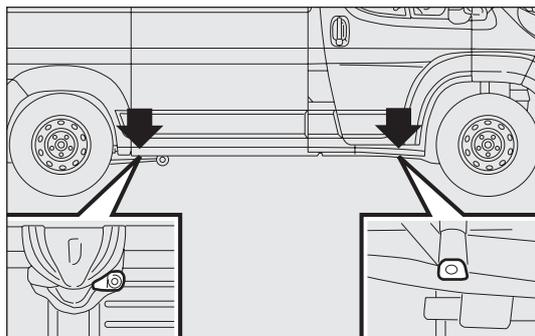
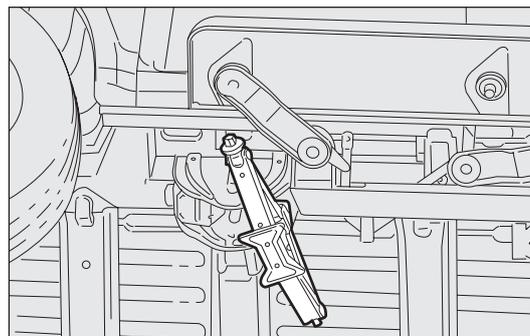

fig. 159
fig. 160
- sistemare il cric in corrispondenza del supporto di sollevamento più vicino alla ruota da sostituire nei punti illustrati in fig. 159. Per versioni passo corto con pedana retrattile, il cric deve essere posizionato nel punto di sollevamento illustrato in fig. 160 orientato (45°) in modo tale da non interferire con la pedana retrattile;